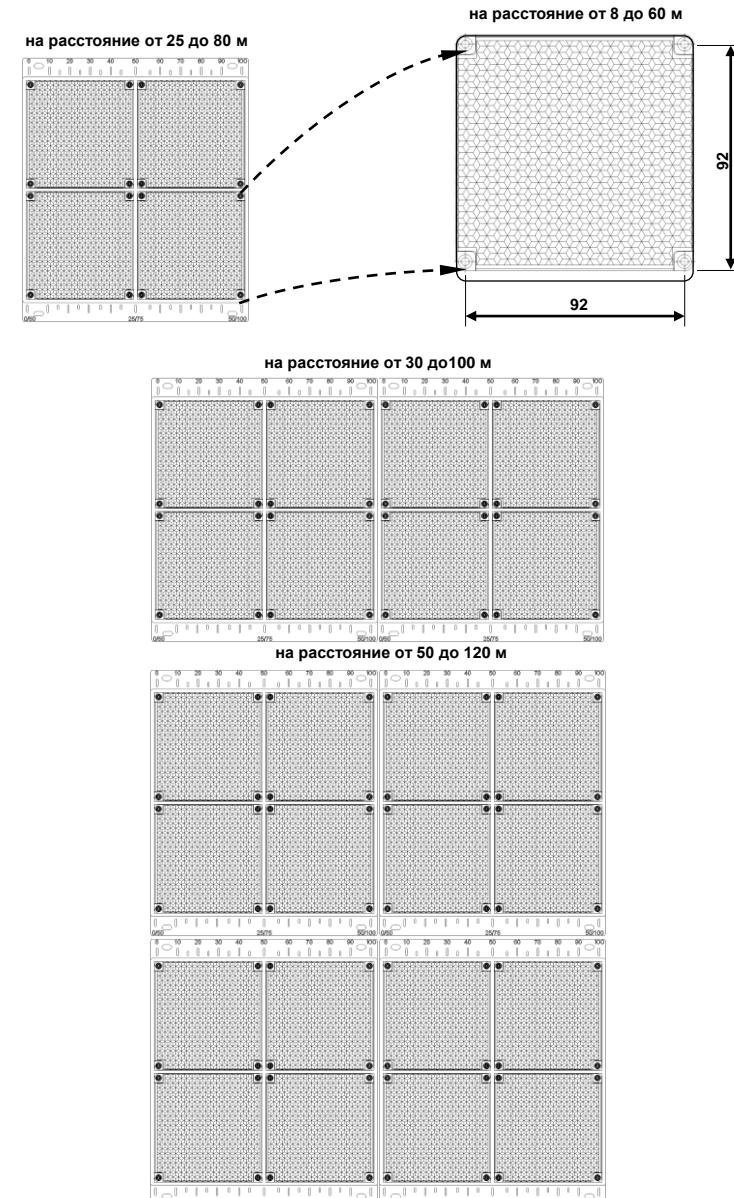

Рисунок 7
3.5.3 Если имеется возможность, то разместите приёмо-передатчик и рефлектор-отражатель напротив друг друга на расстоянии не менее 8 м. Для варианта поставки до 80 м и до 100 м необходимо закрыть 3/4 поверхности стандартного рефлектора или использовать один из четырёх отражающих элементов рефлектора, демонтировав его в соответствии п. 3.6.2 и рис. 7.